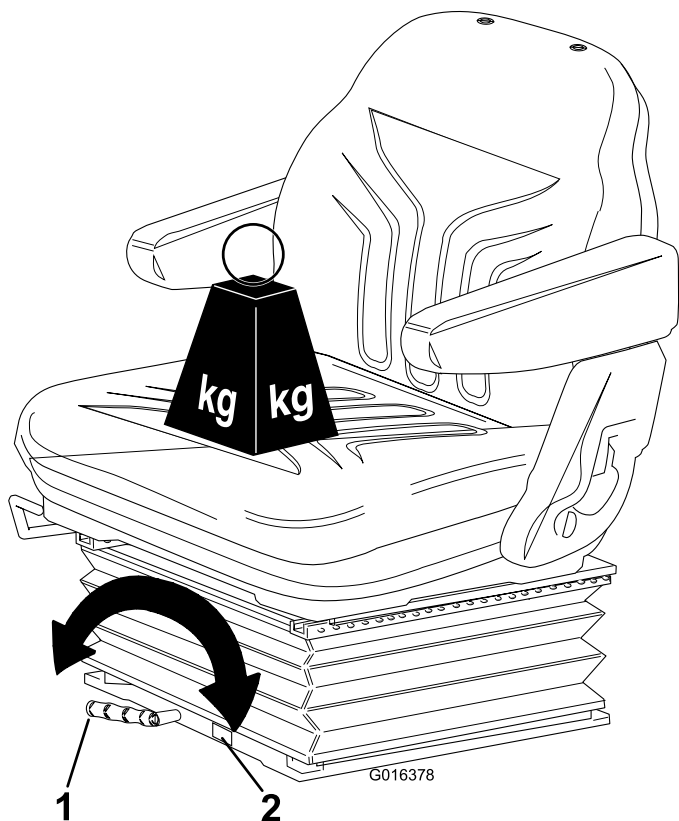

Bild 12
- **Anpassung an das Bediengewicht:** Drehen Sie den Griff nach rechts, um die Festigkeit der Federung zu erhöhen und nach links, um die Festigkeit zu verringern. Die Skala zeigt an, wenn die optimale Federungsanpassung auf das Bediengewicht (kg) erreicht ist, siehe Bild 12.